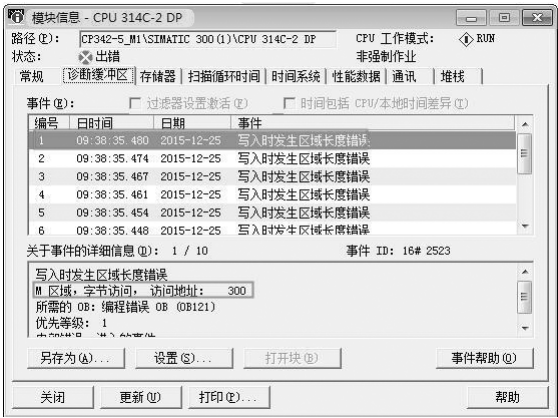

图 12-26 模块信息 - 诊断缓冲区
- 3) 能发送，不能接收，基本排除硬件错误。但故障并没有诊断出来，此时结合前面章节的“诊断视图”分析，打开“诊断缓冲区”如图 12-26 所示。可见：写入发生区域长度错误，在“MB300”处。